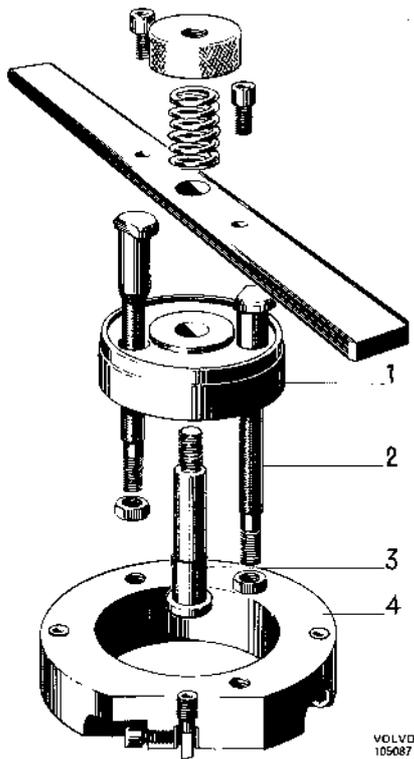

Fig. 17. Outil de fraisage pour rainures d'étanchéité aux culasses.
1. Fixer le plateau de guidage (1, figure 17) en introduisant les deux axes de guidage dans les guides de soupapes.
2. Mettre quelques gouttes d'huile sur le diamètre intérieur de la tête de fraise (4). Placer doucement la tête de fraise sur le plateau de guidage, monter le ressort et l'écrou et visser l'écrou jusqu'à env. la moitié du filetage de la broche (3).